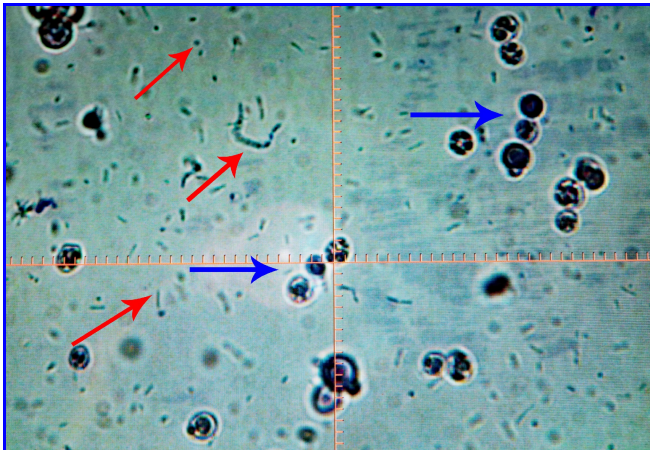

Abb. 2. **Kontaminierte Hefekultur.**
- ▶ **Bakterien/Einzeller:** andere Mikroorganismen erkennbar sind, die i.d.R. deutlich kleiner sind als Hefezellen, z.B. Bakterien (meist längliche Stäbchenstruktur oder Kugelstruktur [Kokken], vgl. Abb. 2 oder Einzeller (cf. hier))